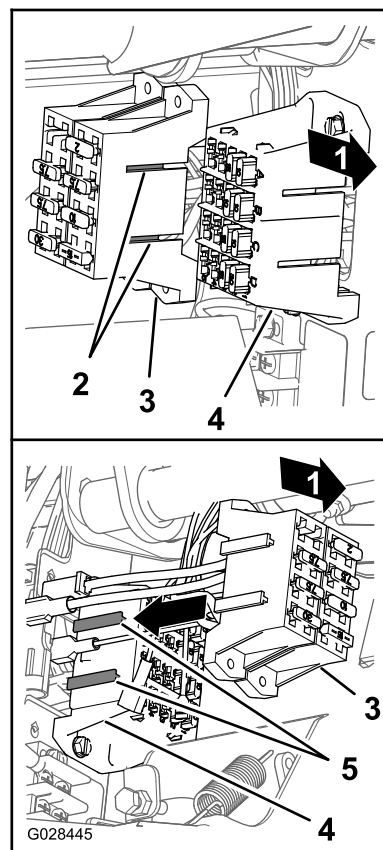

Figura 26
4. Allineate i raccordi a T sul portafusibili dell'irroratrice alle fessure a T del portafusibili della macchina e fate scivolare il portafusibili dell'irroratrice nelle fessure fino a quando il portafusibili risulta saldamente in posizione (Figura 26).